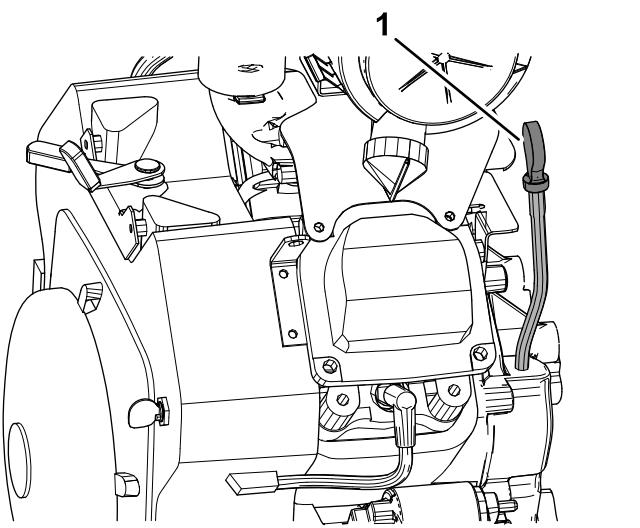

Figura 28
3. Retire la varilla de aceite y límpie el extremo (Figura 28).